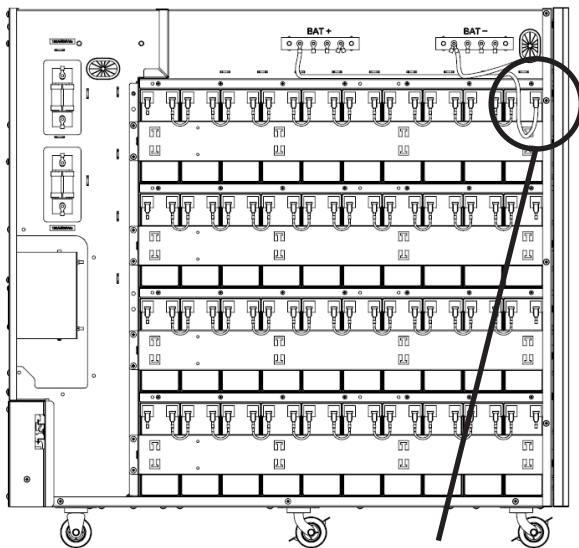

Figure 5-22A
33. Connecter la batterie 1+ du groupe 4 à la barre du bus de la batterie + (BAT +) (Figure 5-22A).